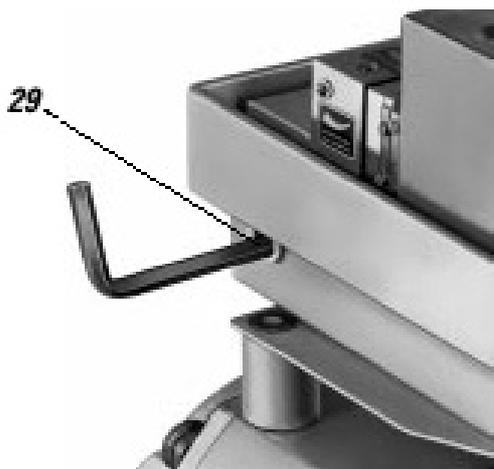

Fig. 19– Fixação da alavanca de realimentação
- g) A montagem final da alavanca de realimentação **9** no eixo do posicionador é feita com o curso em 0%, isto é ângulo de rotação 0°. Primeiro afrouxe o parafuso Allen de 5 mm A/F da alavanca de realimentação **9** através do orifício **29** (vide fig. 19); à seguir pressione a alavanca de fator de curso **31** contra o parafuso de batente **30** e aperte o parafuso Allen **15** firmemente.